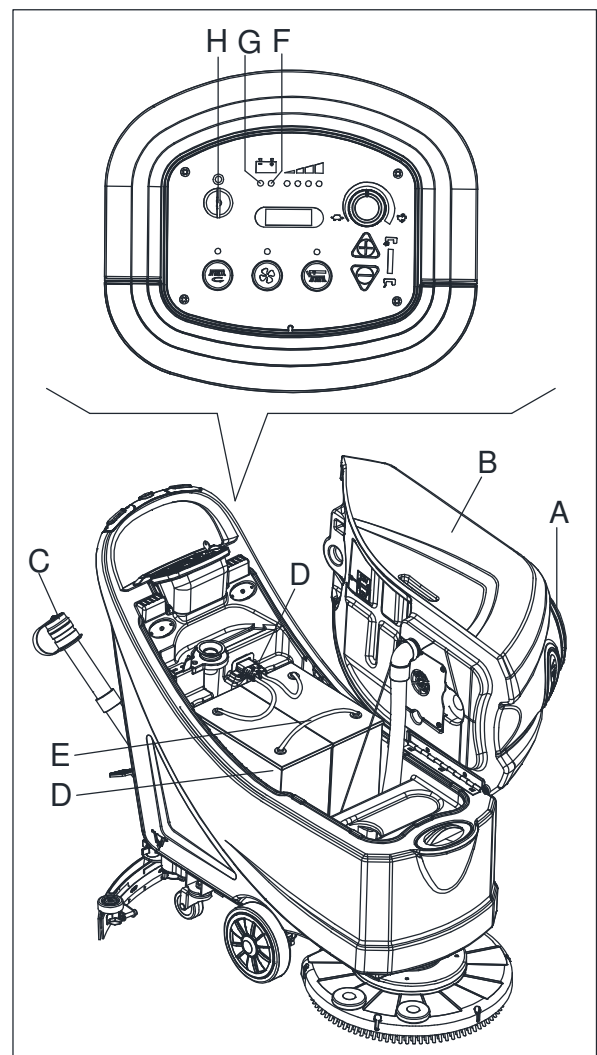
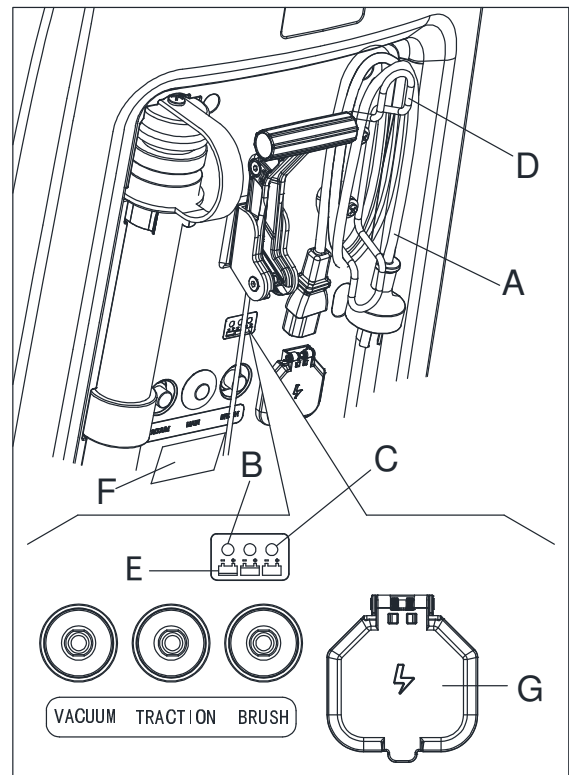

Figure 14
Figure 15
1. Ouvrir le couvercle (A, Fig. 14) et vérifier si le réservoir d'eau de récupération (B) est bien vide; sinon, le vider par le tuyau de vidange (C).
3. Tourner la clé de contact (H) sur "0".
4. Soulever délicatement le réservoir (B).
- Vérifier le niveau d'électrolyte dans les piles (D); si nécessaire, en rajouter à travers les bouchons (E).
- Laisser tous les bouchons de la batterie (E) ouverts pour le chargement suivant.
- Si nécessaire, nettoyer la surface supérieure des batteries (D).
7. Brancher le câble du chargeur de batterie (A, Fig. 15) au réseau électrique (G) (la tension du réseau électrique et la fréquence doivent être compatibles avec les valeurs du chargeur de batterie figurant sur la plaque signalétique portant le numéro de série de la machine (F)). Lorsque le chargeur de batterie est connecté au réseau électrique, toutes les fonctions de la machine sont automatiquement coupées. Si le témoin lumineux rouge (B) sur le panneau de commande du chargeur de batterie reste allumé, le chargeur de batterie est en train de charger les batteries.
8. Lorsque le témoin lumineux vert (C) s'allume, la charge de la batterie est achevée.
9. Lorsque la charge de la batterie est achevée, débrancher le câble du chargeur de batterie (A) du réseau électrique (G) et l'enrouler autour de son support (D).
Pour plus d'informations sur le fonctionnement du chargeur de batterie (E, Fig. 15), voir le Manuel.